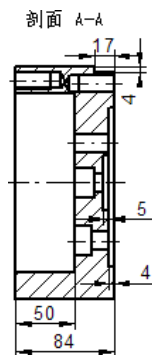

图 10.3.27 标注全剖视图尺寸 1
(1) 在“尺寸类型”下拉菜单中选择  额定选项, 确认“启用前缀”按钮  处于弹起状态, 标注图 10.3.27 所示的尺寸。